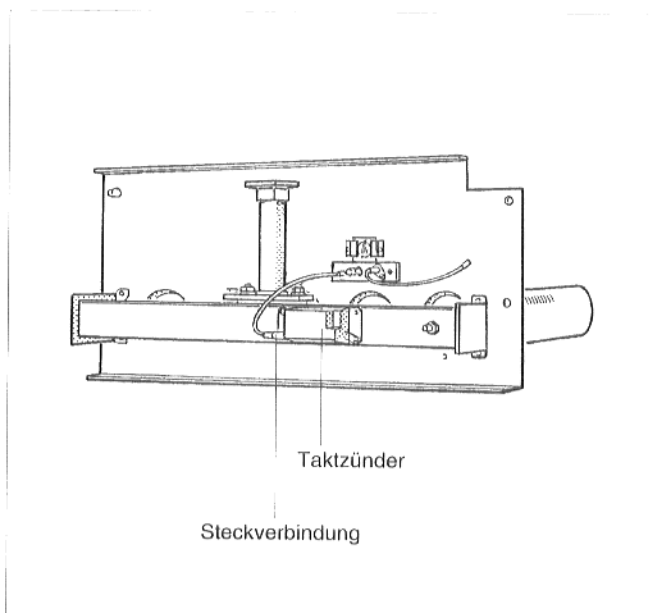

Abb. 3: alter Gasbrenner
- Bei altem Gasbrenner: Steckverbindung des Zündkabels am Taktzünder lösen und Taktzünder abschrauben (Abb. 3).